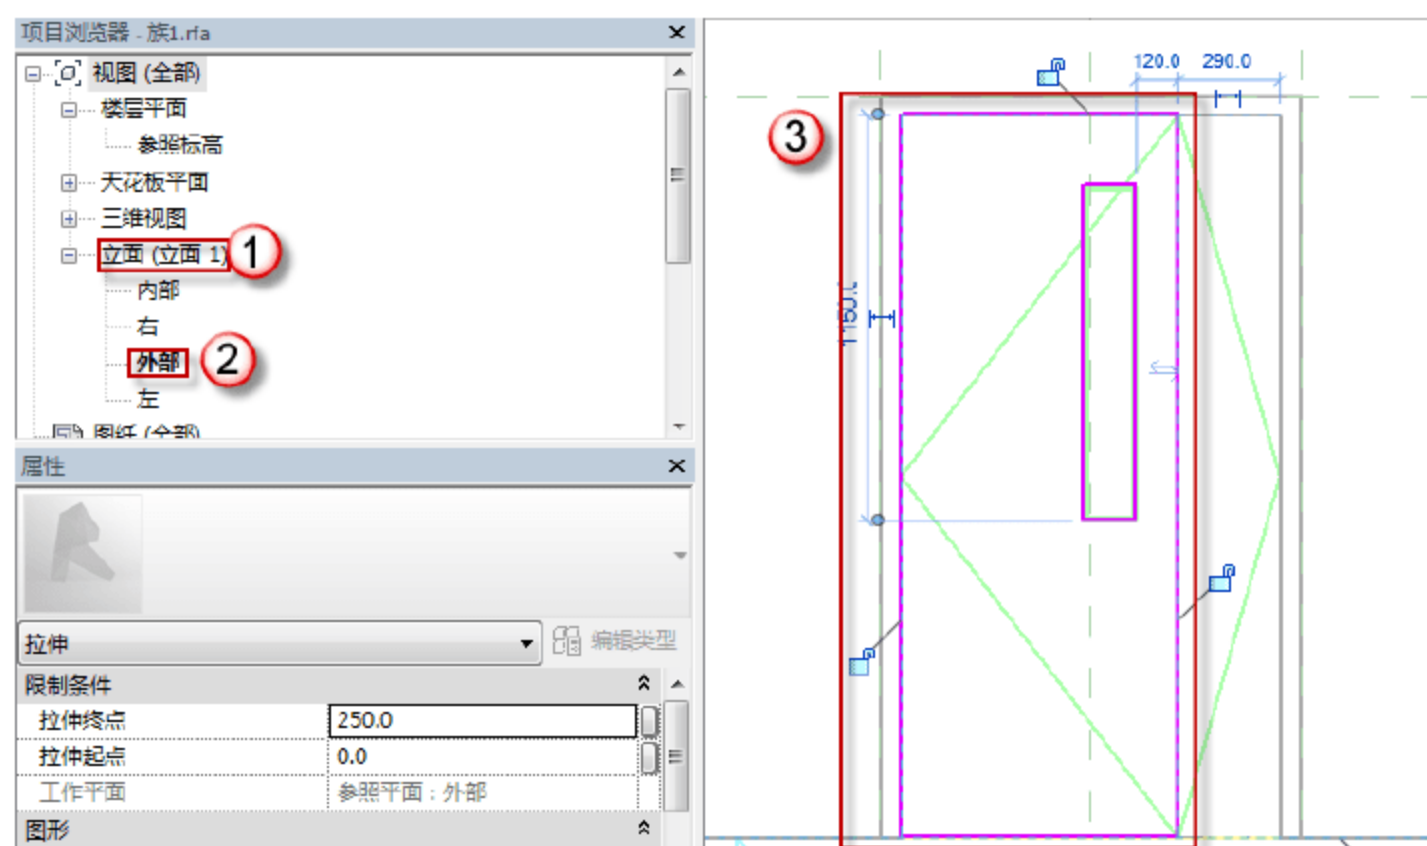
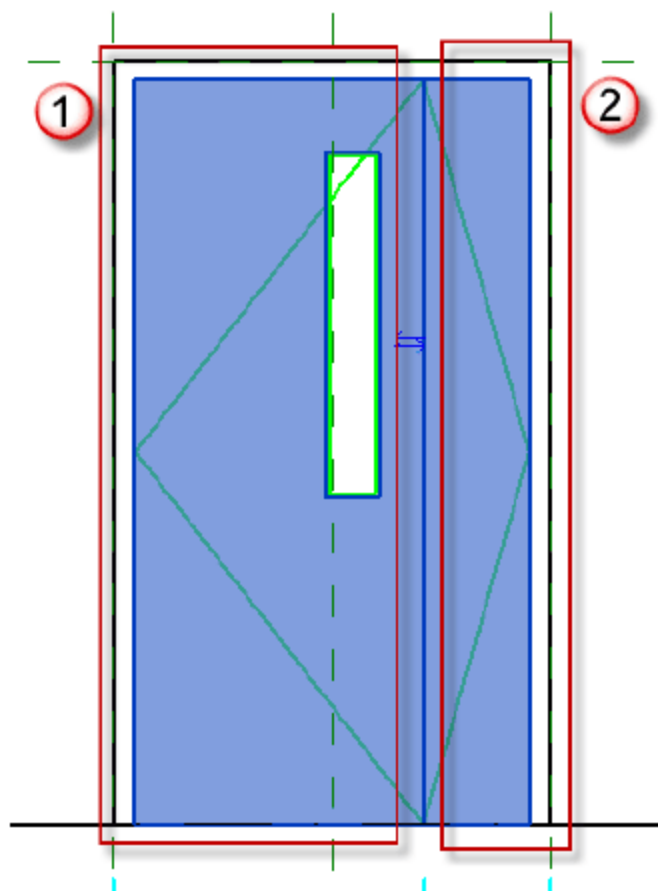

图 6.1.93 绘制门板
图 6.1.94 完成门板绘制
(14) 绘制门板。选择“项目浏览器”中的“立面（立面 1）”→“外部”选项，可以进入子母门 M1221 的外部立面视图。选择“创建”→“拉伸”命令，进入“修改|编辑拉伸”界面，用菜单中的绘制工具绘制门板，绘制完成后，单击√按钮，如图 6.1.93 所示。然后重复选择“创建”→“拉伸”命令将右边门板用“拉伸”工具绘制出来，单击√按钮，完成绘制，如图 6.1.94 所示。